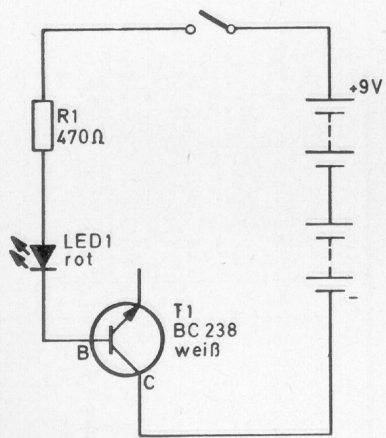

Abb. 2.13.
Um das Verhalten am pn-Übergang zwischen Basis und Kollektor zu überprüfen, ist die Schaltung nach Abb. 2.13. aufzubauen und der Schalter zu betätigen. Dann wird der Aufbau der Schaltung so abgeändert, daß der Kollektor (C) mit dem Pluspol und die Basis (B) mit dem Minuspol der Batterie Verbindung hat. Die LED leuchtet nur, wenn die Basis des Transistors mit dem Pluspol und der Kollektor mit dem Minuspol der Batterie verbunden ist. Der Transistor zeigt bei diesen Schaltungsanordnungen dasselbe Diodenverhalten wie zwischen Basis und Emitter. Jetzt wird nämlich der pn-Übergang zwischen Basis und Kollektor wirksam. Nur wenn die p-leitende Schicht mit dem positiven Pol und die n-leitende Schicht mit dem negativen Pol Verbindung hat, besteht in der bereits beschriebenen Weise eine Durchlaßschaltung, umgekehrt sperrt die Teildiode des Transistors wieder.